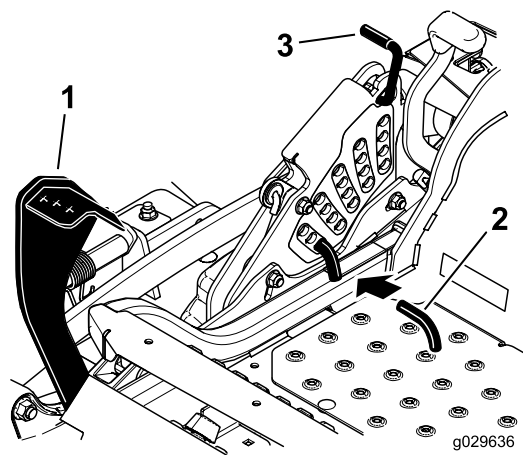

Figure 97
5. Enfoncez complètement la pédale de relevage du plateau de coupe pour verrouiller le plateau à la position de transport de 14 cm (Figure 97).